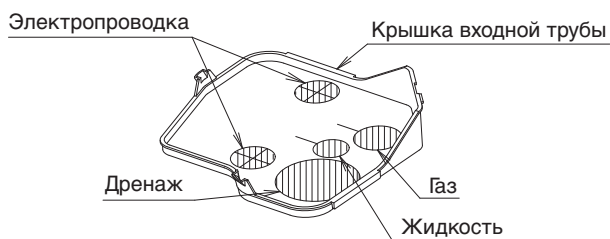

Рис. 19
- В случае поднимающегося вверх трубопровода, снимите крышку трубопровода в защитной оболочке, сделайте отверстия для сквозного трубопровода, отрезав крышку таким режущим приспособлением, как ножницы. После пропускания трубопровода через крышку, установите крышку на внутренний блок. (См. Рис. 19)